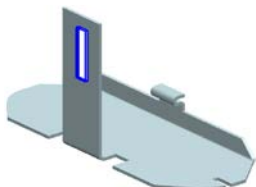

图 4.8.43 法向除料特征 1
(4) 单击按钮，完成特征的创建。
Step5. 创建图 4.8.43 所示的法向除料特征 1。